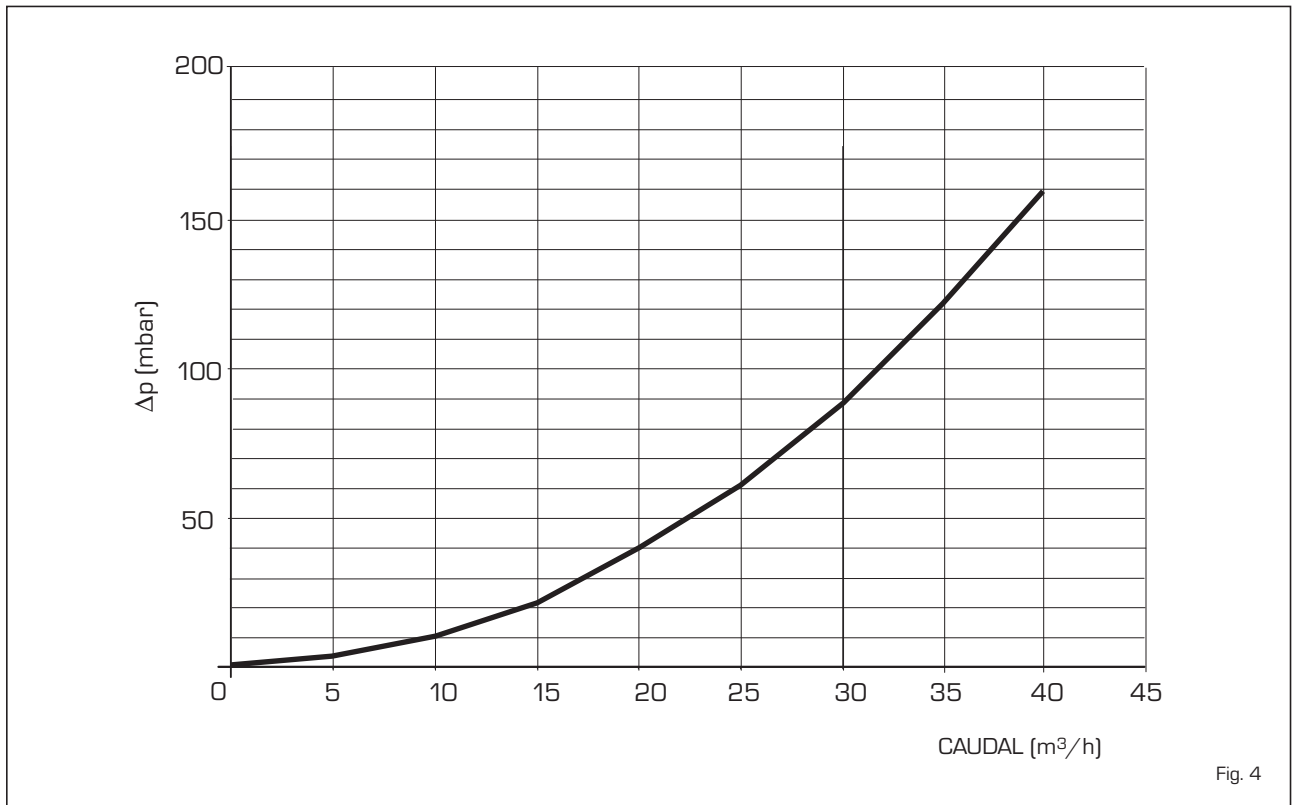

Fig. 4
1.6 PÉRDIDAS DE CARGA DEL COMPENSADOR HIDRÁULICO SUMINISTRADO BAJO PETICIÓN EN EL KIT CÓD. 8101552/53 (fig. 4)